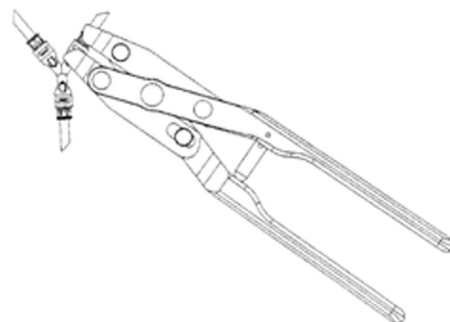

Figure 4-36. Pince à connexion rapide (approche par le côté du connecteur triple)
9. En cas d'utilisation d'un connecteur triple, la pince doit être utilisée à trois reprises, une fois à chaque extrémité du connecteur. L'approche de la pince doit s'effectuer par le côté de chaque extrémité de connecteur. Insérer la tubulure dans chaque extrémité de connecteur jusqu'à ce qu'elle touche la paroi interne du connecteur (confirmation par la fenêtre du connecteur). (**Figure 4-36**)